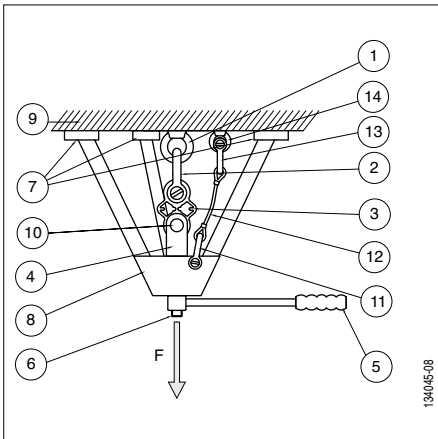
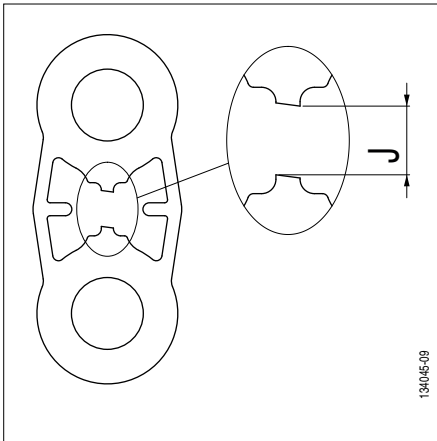

Abb. 6
Abb. 7
- 1 manuell betätigtes Belastungsgerät vom Typ Dreibaum (siehe Abb. 6, Kapitel 4.2, Seite 23),
- 1 Sicherheitsvorrichtung für das Halten der Belastungsvorrichtung bei einem Bruch des zu testenden Anschlagpunkts mit folgenden Bestandteilen (siehe Abb. 6, Seite 23):
- 1 Sicherheitsstropp geeigneter Länge (siehe Abb. 6, Kapitel 4.2 und 4.3, Seite 23),
GEFAHR: Um einen Anschlagpunkt mit einer Testplatte TA zu testen muss der Bediener unbedingt eine manuell betätigte Belastungsvorrichtung vom Typ Dreibaum benutzen, die speziell konzipiert und ausgelegt wurde, um für die risikofreie Zugbelastung des zu testenden Anschlagpunkts (Abb. 6, Seite 23) verwendet werden zu können, oder eine andere Vorrichtung für die Zugbelastung der Testplatte TA, die speziell konzipiert und ausgelegt wurde, um in aller Sicherheit eingesetzt werden zu können.
Alle unten beschriebenen Prüfungen vor der Installation beziehen sich auf Abb. 6.
Das gesamte unten beschriebene Verfahren bezieht sich auf Abb. 6.
GEFAHR: Das maximale Spiel 'J' (Abb. 7, Spiel J) darf 15 mm nicht überschreiten.
- 1) Die Last allmählich erhöhen, indem die Belastungsvorrichtung (Abb. 6, Seite 23, Position 8) betätigt wird. Der Bediener muss die Platte unbedingt ständig beobachten, um die Belastung unmittelbar nach dem Bruch der Sollbruchstelle 'S' der Platte (Abb. 7) stoppen zu können.
- 2) Beim Bruch der Sollbruchstelle 'S' der Testplatte TA (Abb. 7) muss der Bediener sofort die Betätigung der Belastungsvorrichtung stoppen, da sonst die Gefahr besteht, dass die Platte vollständig bricht.
Das gesamte unten beschriebene Verfahren bezieht sich auf Abb. 6, Seite 23.
8. Fortsetzen der Zugbelastung der Testplatte TA nach dem Bruch der Sollbruchstelle 'S' (siehe Kapitel 5.2, Abb. 7, Seite 24).